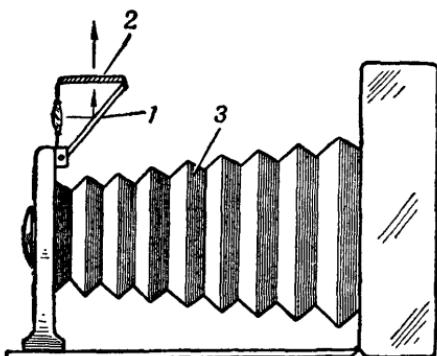

Рис. 14. Схема видоискателя, укреплённого на фотоаппарате:
Для наводки на предмет в каждом фотоаппарате имеется прицельное приспособление, называемое видоискателем. Очень часто, особенно в камерах старого образца («Фотокор»), видоискатель представляет собой маленький фотоаппарат, только без затвора с матовым стеклом или увеличительным стеклом позади объектива. Такой видоискатель в разрезе изображён, на рис. 14. Чтобы можно было видеть изображение, смотря на видоискатель сверху, лучи света, как это видно на рисунке, отражаются от наклонно поставленного зеркальца (1) и только после этого попадают на матовое стекло или линзу (2). Видоискатель укреплён на фотоаппарате (3) таким образом, что его ось параллельна оси главной камеры. Всё, что видно в видоискателе, получится на пластинке или плёнке.